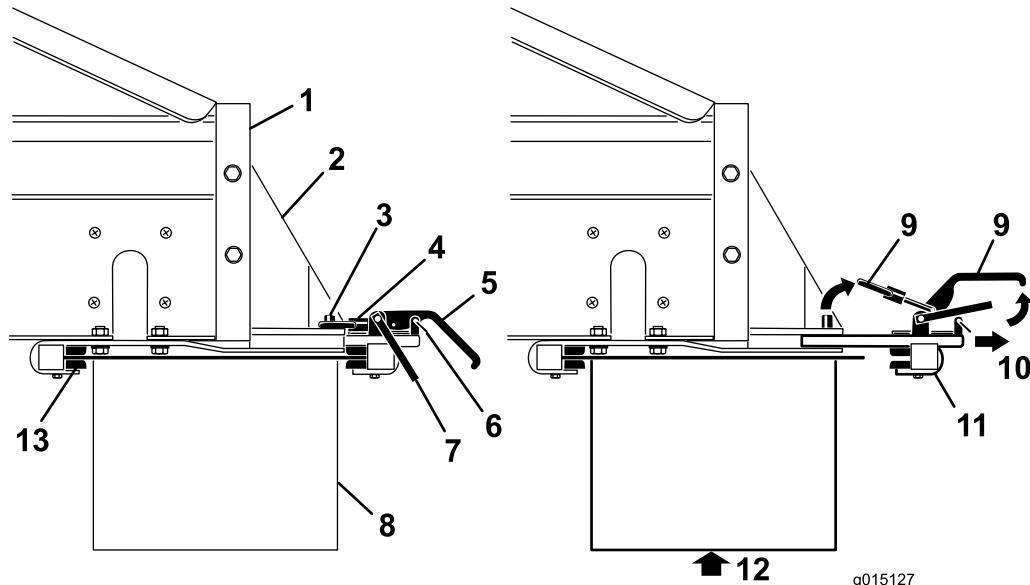

Figura 37
6. Con l'aiuto di una persona, inserite il bordo anteriore del trasportatore trasversale/snodo sopra e sotto la parte posteriore dell'MH-400 nei morsetti anteriori sulle staffe (Figura 37).
7. Sostenete il trasportatore trasversale/snodo, facendo scorrere contemporaneamente il gruppo di attacco posteriore dell'accessorio nelle fessure delle staffe, sulla parte posteriore (Figura 37).
3. Rimuovete le clip dei fermi di sicurezza dalle maniglie di attacco (Figura 37).
4. Sollevate il fermo di sicurezza, poi le maniglie di attacco dell'accessorio e liberate gli anelli di bloccaggio dai perni di bloccaggio ((Figura 37)).
5. Estraete il gruppo di attacco posteriore dell'accessorio dalle fessure di attacco rapido (Figura 37).
| 8. Accessorio | 6. Con l'aiuto di una persona, inserite il bordo anteriore del trasportatore trasversale/snodo sopra e sotto la parte posteriore dell'MH-400 nei morsetti anteriori sulle staffe (Figura 37). |
| 9. Sollevare | 7. Sostenete il trasportatore trasversale/snodo, facendo scorrere contemporaneamente il gruppo di attacco posteriore dell'accessorio nelle fessure delle staffe, sulla parte posteriore (Figura 37). |
9. Rimontate le clip dei fermi di sicurezza sulle maniglie di attacco (Figura 37).